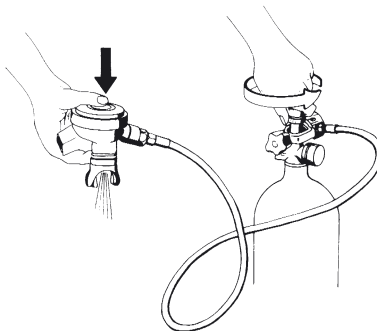

Fig. 6
**Verringern Sie die Belastung auf den Ventilmechanismus, indem Sie beim ersten Einströmen der Luft in den Atemregler die Luftdusche an der zweiten Stufe betätigen (Abb. 6). DIESES VERFAHREN DARF NUR BEI UMGEBUNGSTEMPERATUREN ÜBER 10°C (50°F) ANGEWENDET WERDEN. NIEDRIGERE TEMPERATUREN KÖNNEN DAZU FÜHREN, DASS DER ATEMREGLER VEREIST UND ABLÄST.**